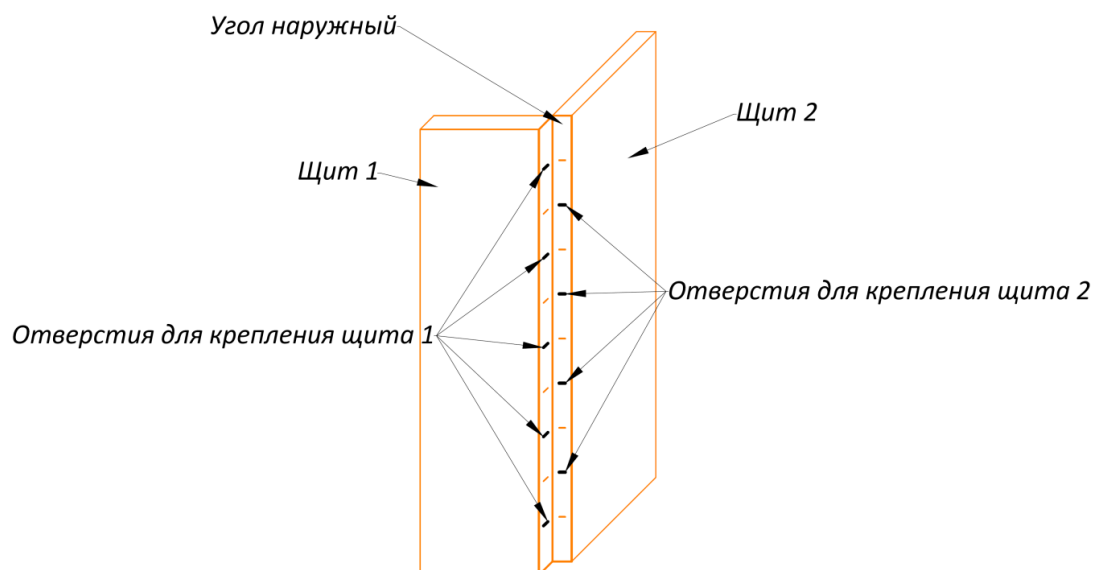

Рис. 3. Схема установки клиновых соединений.
- Установить клиновые соединения во все стыки щитов опалубки и углов наружных в соответствии со схемой установки клиновых соединений (Рис.3.)